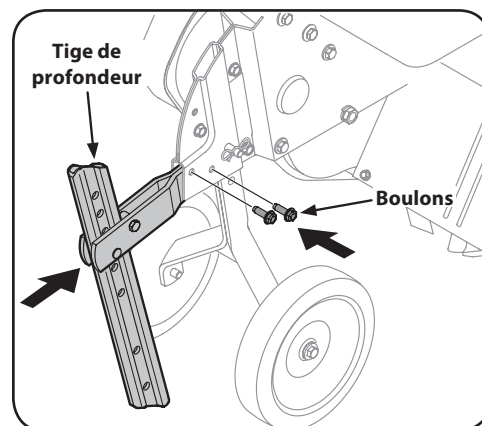

Figure 3-6
2. Installez la tige de profondeur sur le châssis et remplacez les deux boulons retirés à l'étape 1. Serrez bien les boulons. Voir Figure 3-6.